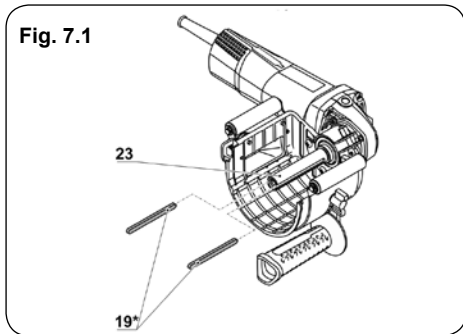

Fig. 7.1
3. Montar en el eje 23 la arandela 27. Colocar los pasadores 19 en el eje 23 (Fig. 7.1).